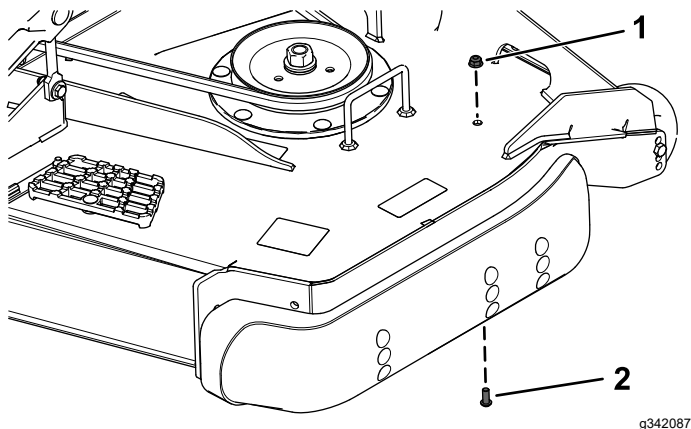

Figura 6
1. Retire el perno de cabeza de botón ($\frac{5}{16}$ " x $\frac{3}{4}$ ") y la tuerca con arandela prensada ($\frac{5}{16}$ ") del lado izquierdo de la carcasa de corte (Figura 6).